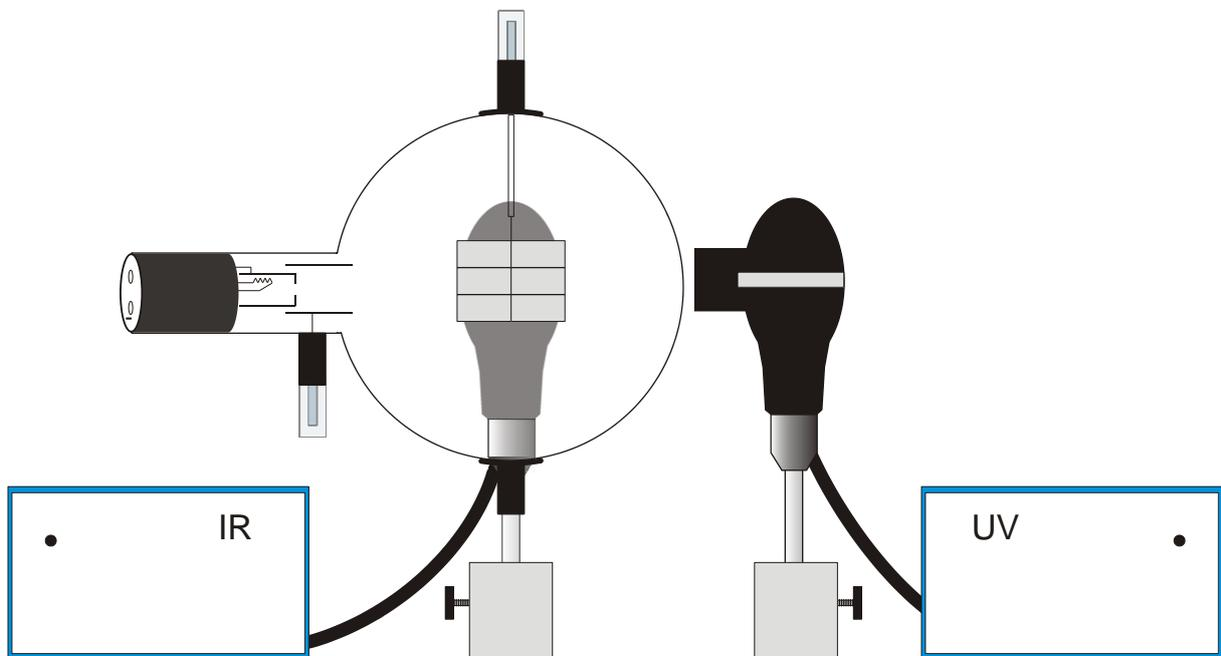

Fig. 3 Fosforescenza e spegnimento
- Rimuovere il cablaggio del tubo (vedere la fig. 3).